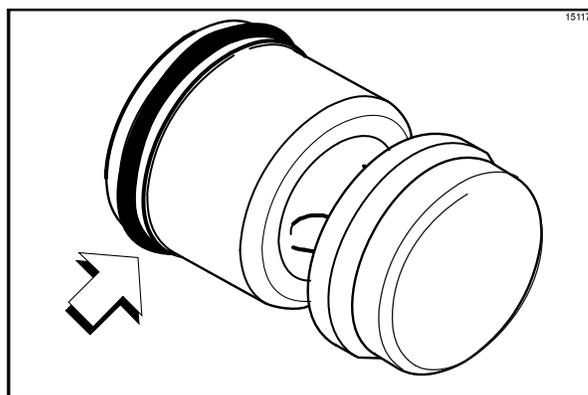

図144
2. ピストンを組み立てます。ピストンの溝に赤いOリングをはめます。Oリングにはループを塗らないでください。(図144を参照)。